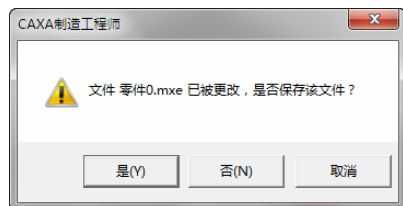

图 5-23 “CAXA 制造工程师”对话框
2) 如果系统当前文件没有存盘，则弹出一个确认对话框，如图 5-23 所示。